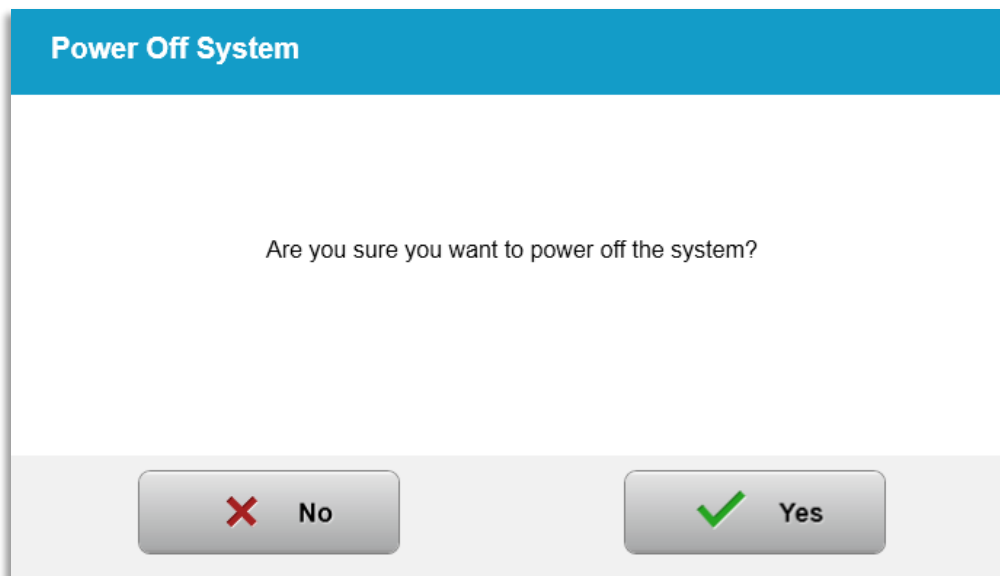

Figura 3-48. Confirmar apagado
- Confirme el apagado del sistema seleccionando "Sí" (Yes), tal como se muestra en la figura 3-48.